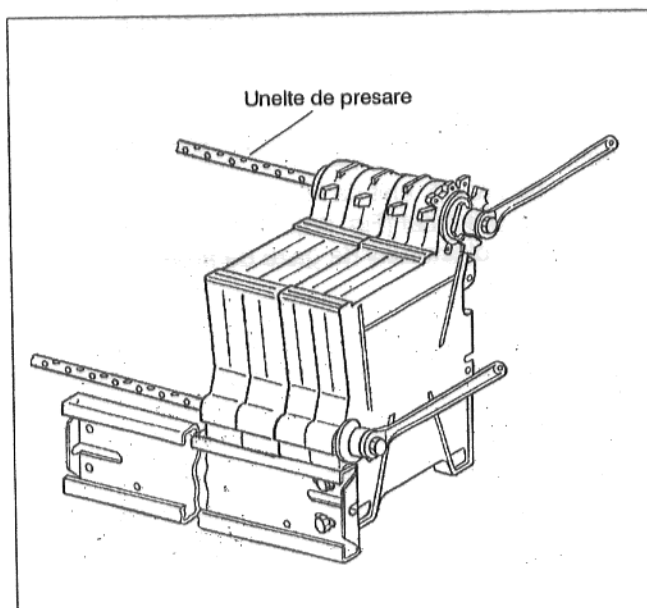

Fig. 5a
- Se fixează următoarea pereche de elemente cu arborele la niplu. Unelele de calibrare se vor introduce în arborele superior și inferior (Fig. 5a).